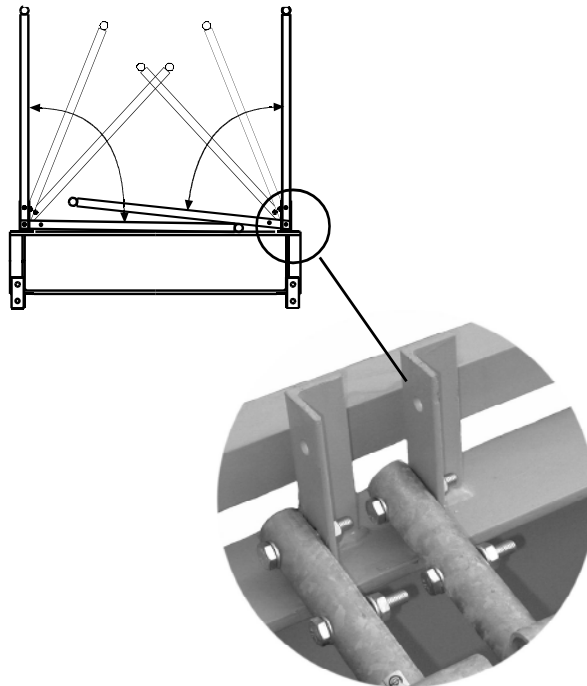

Abb. 2.1.19
- 1) Die Geländer des Gegenauslegers in Vertikalstellung drehen und mit M10×60 Schrauben befestigen (Abb. 2.1.19).